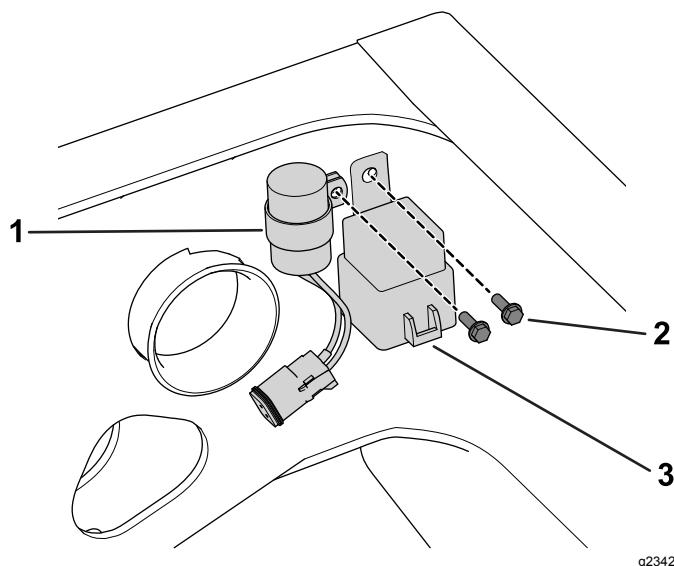

Рисунок 3
2. Установите модуль распределителя и реле с помощью 2 винтов, вставив их в отверстия передней пластины (Рисунок 3).